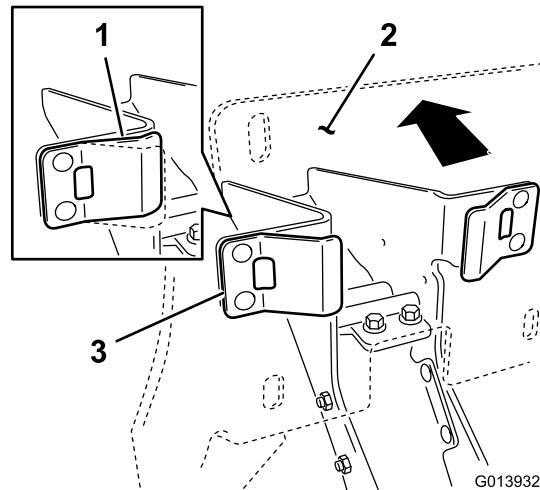

Figura 20
4. Asegúrándose de que los topes de plástico están en contacto con las pestañas de los muelles, aplique suficiente presión contra la chapa trasera del soporte para comprimir las pestañas de resorte hasta el punto intermedio (Figura 20).